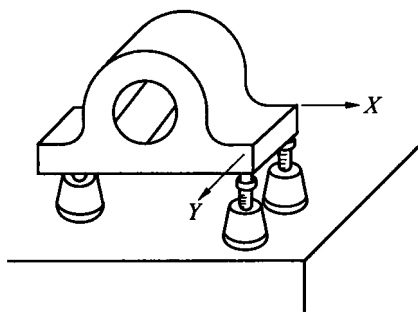

图7 用千斤顶支承工件
(3)千斤顶。千斤顶是在平板上支承较大工件或不规则工件用的(见图7)。调整千斤顶的高度可找正工件。